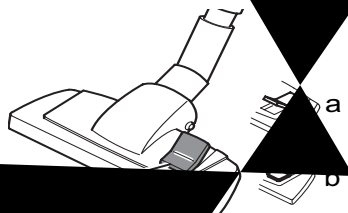

Abb. 12
- Stellen Sie je nach Bodenbelag den Umschalter (Teppich/Hartboden, Abb. 12/1) ein:
- **Hartboden (Abb. 12/a)**
- **Teppich (Abb. 12/b)**